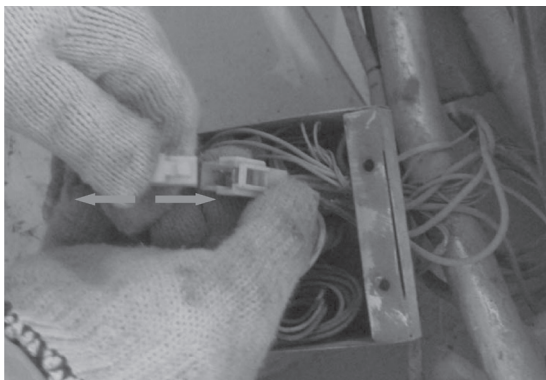

图 7-37 拔下闸线接线端
2) 分别将左、右闸把引线从插接器处拔下，如图 7-37 所示，故障依旧。